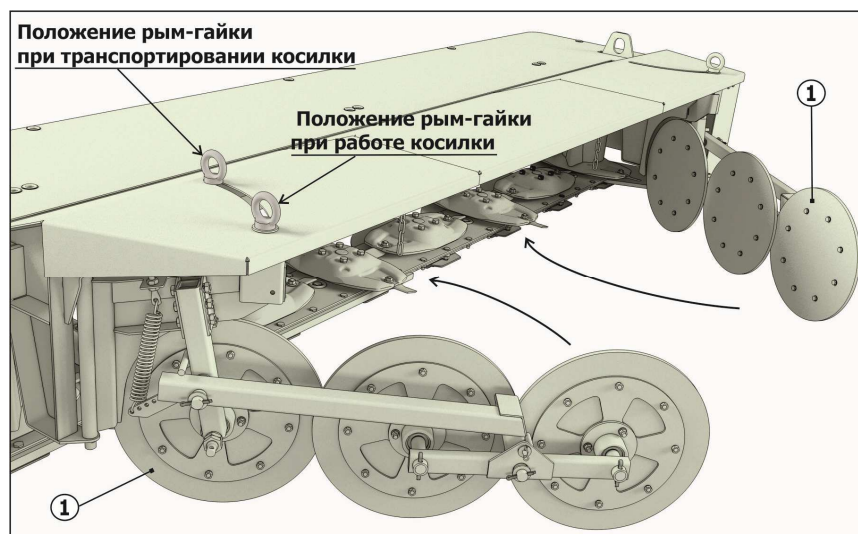

Рисунок 6.3
- 1) перевести валкообразователи 1 в транспортное положение, переставив рым-гайки по пазам (рисунок 6.3);